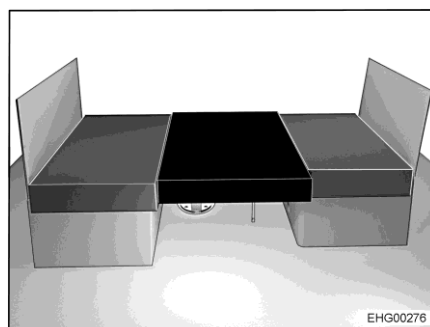

Bild 54 Efter ombyggnaden
- Lägg den extra dynan på bordsskivan (Bild 54).